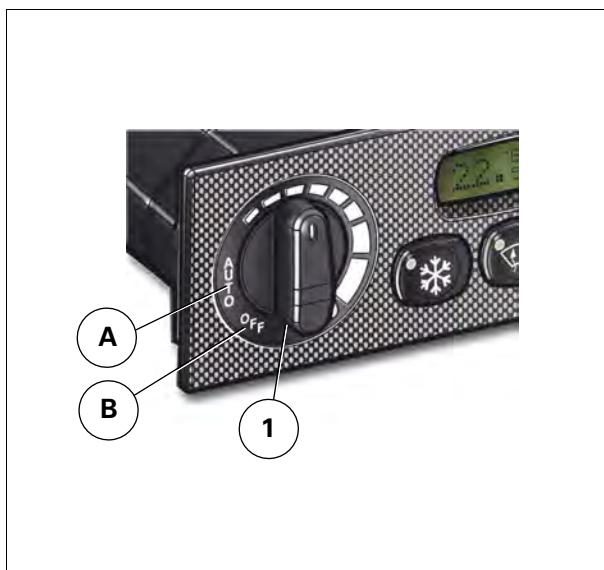

Рис. 33.
- При третьем нажатии кнопки рециркуляции ((5)) включается автоматическое управление и в изображении трактора появляется буква (A) (автоматический режим).
ПРИМЕЧАНИЕ: При высоких температурах наружного воздуха рекомендуется использовать режим рециркуляции (руковатка управления (1) в положении автоматического режима рис. 33).